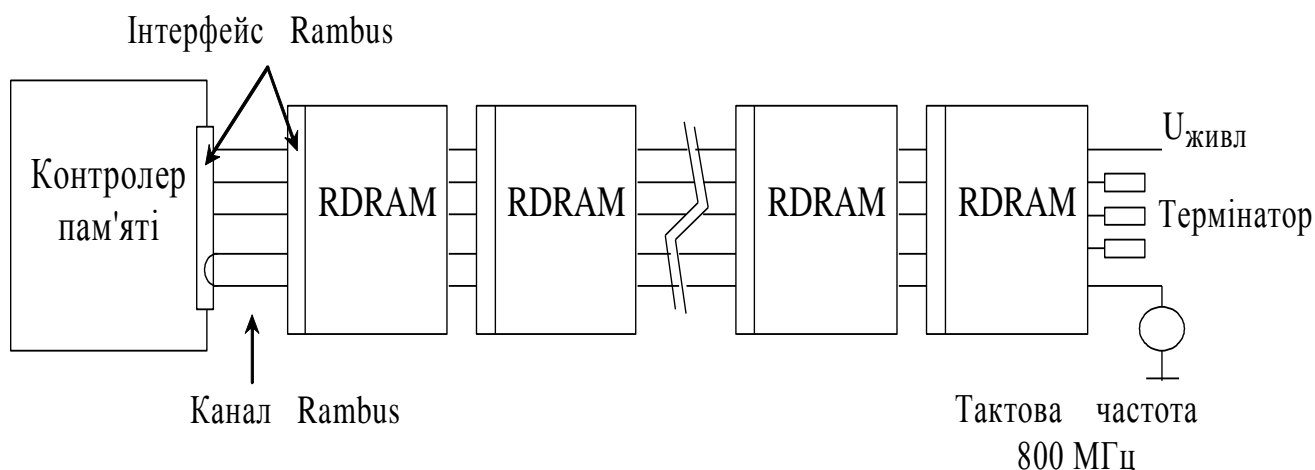

Рисунок 3 - Принцип організації пам'яті DR DRAM
**DR DRAM (Direct Rambus DRAM)** – різновид швидкої динамічної пам'яті з довільним доступом (рис. 3).